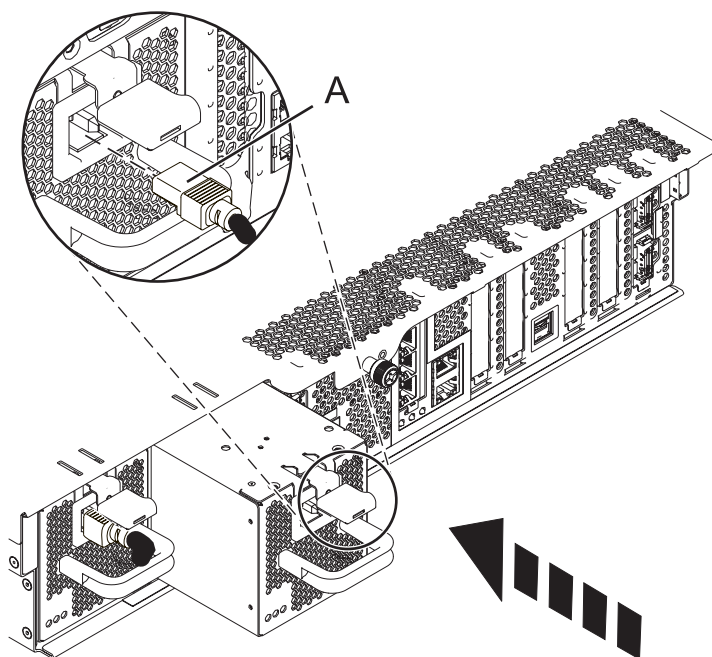

Figure 8. Remplacement d'une alimentation électrique
4. Insérez l'alimentation électrique jusqu'à ce que le taquet de verrouillage s'emboîte dans son logement comme indiqué dans la figure 8, à la page 13.